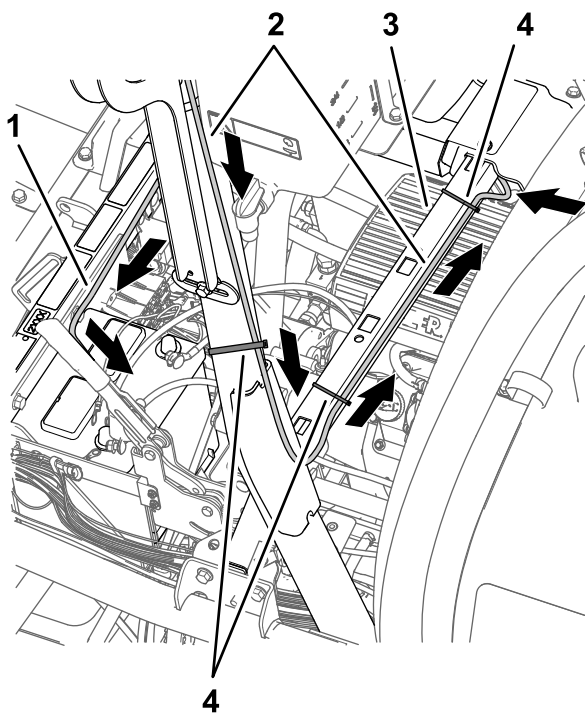
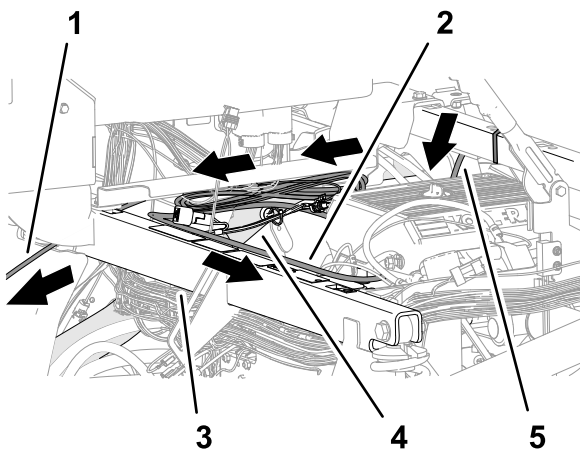

Рисунок 203
Рисунок 205
1. Проложите жгут проводов передачи данных и жгут проводов аккумуляторной батареи вниз по задней части левой вертикальной защитной дуги к поперечине опоры сиденья (Рисунок 203).
2. Прикрепите ответвление жгута проводов передачи данных для навигационного приемника длиной 390 см к защитной дуге, как показано на Рисунок 203.
5. Проложите жгут проводов передачи данных и жгут проводов аккумуляторной батареи через поперечину опоры сиденья и прикрепите ответвление жгута проводов передачи данных длиной 390 см к поперечине с помощью двух кабельных стяжек (Рисунок 203 и Рисунок 205).
6. Ответвление жгута проводов аккумуляторной батареи вдоль правой верхней трубы рамы (Рисунок 205) длиной 220 см.
7. Ответвление жгута проводов аккумуляторной батареи длиной 220 см через опорную трубу амортизатора по направлению к аккумуляторной батарее (Рисунок 205).
8. Проложите ответвление жгута проводов передачи данных (жгута проводов с 26-гнездовым разъемом) длиной 220 см под пультом управления и в направлении приборной панели (Рисунок 205).